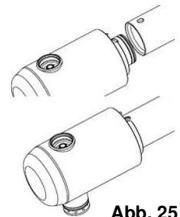

Abb. 25
- Drücken Sie den Arretierstift des *Ausgangsstücks* und stecken Sie es mit leichten Drehbewegungen in das Schlagrohr. !Der Arretierstift muss einrasten! (Abb. 25)